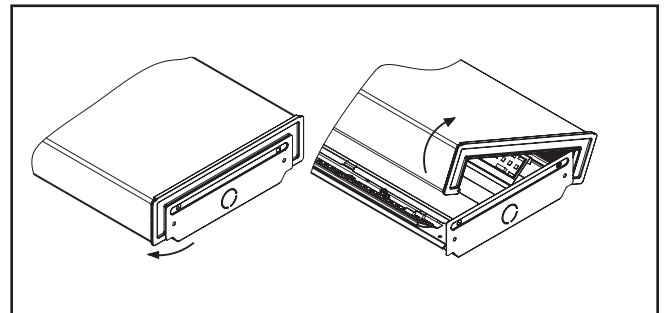

Figura 1.
2. Retire la lente tirando de un lado de la luminaria y girando sobre el otro (Figura 1).